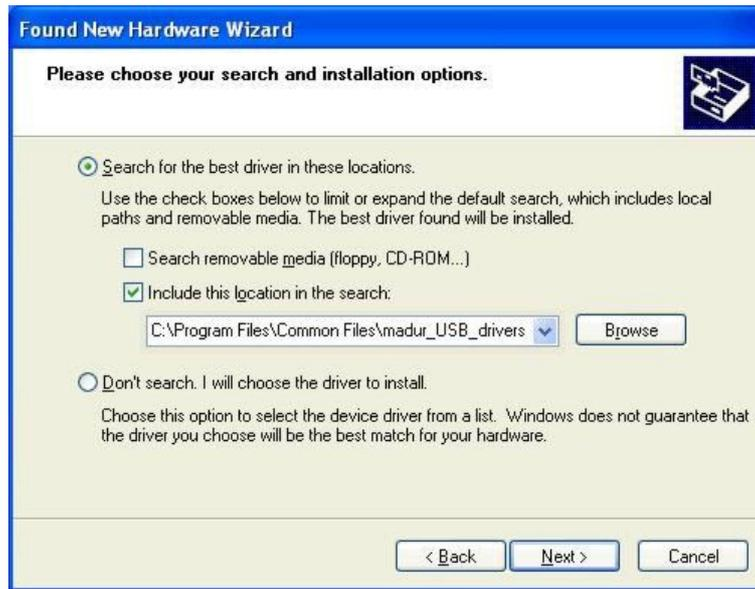

图 31. 驱动器位置的选择
5. 选择“浏览”选项, 它在向导的新窗口里 (图 31.), 显示目录列表.
7. 在驱动器目录确定后, 选项“下一步>, 应选择”在向导的窗口” - 图 31..